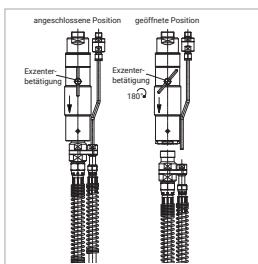

Abbildung 14
- ▶ Drehen Sie die Exzenterbetätigung (Pos. 2) um 180° (Abbildung 14).